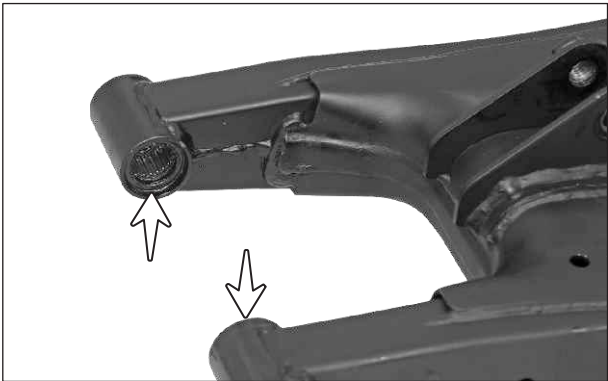

Fig. 6.106
- Retire los 2 guardapolvos internos del basculante. (Fig. 6.106)